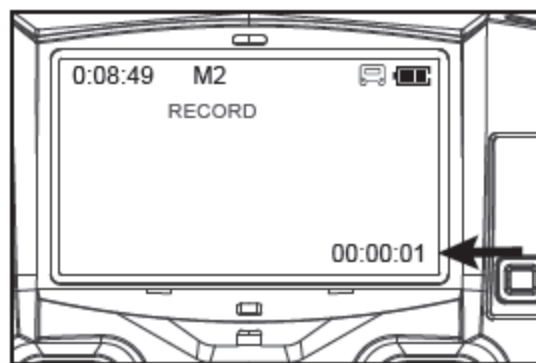

Рис.1
6.2.1. Чтобы начать запись видео, нажмите кнопку «Видео», которая расположена на передатчике справа. При включении записи в нижней правой части ЖК экрана станет отображаться красным время записи (Рис.1), а на квадрокоптере X4 будут попеременно мигать красные светодиоды. Чтобы остановить запись, нажмите правую кнопку еще раз, запись будет остановлена, а на ЖК экране белым цветом станет отображаться объем записи.